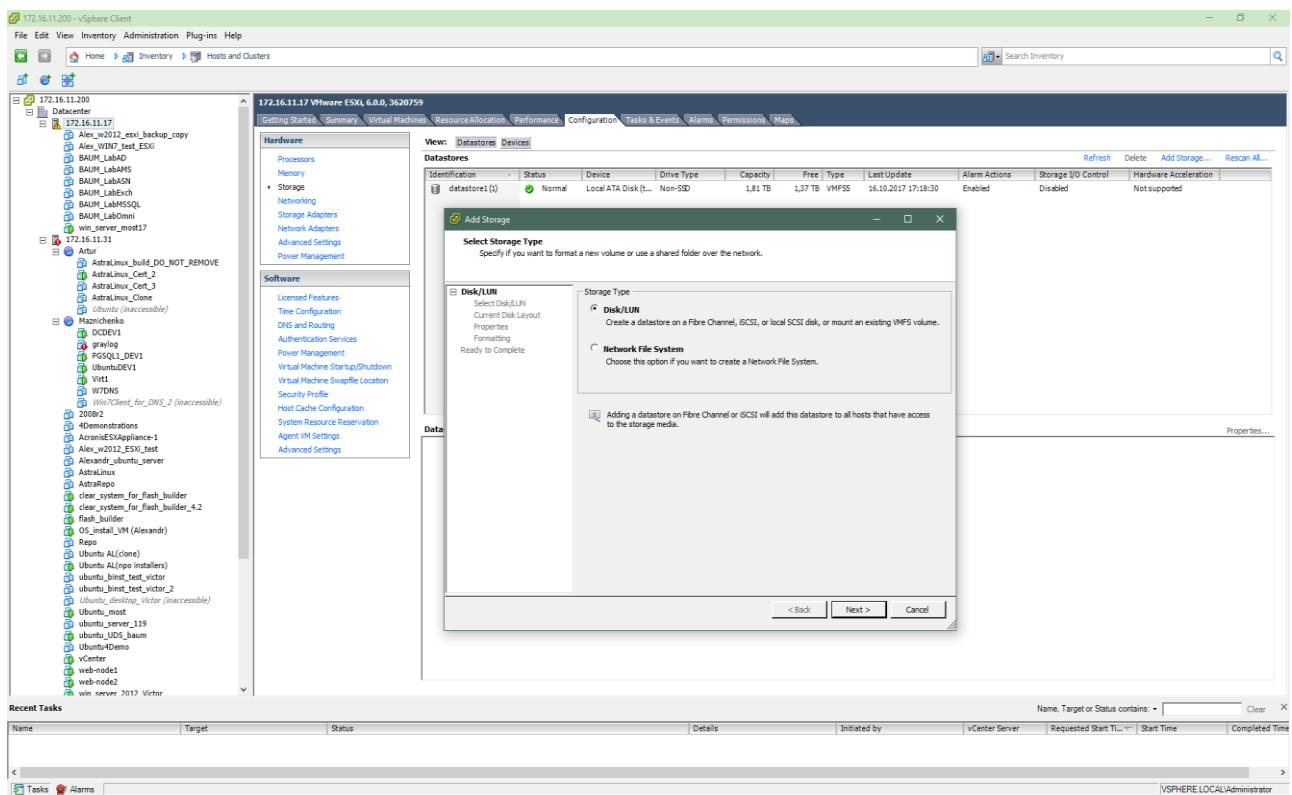

Рисунок 104 – Добавление Storage
7. Нажмите на кнопку «Add Storage» (см. Рисунок 104).